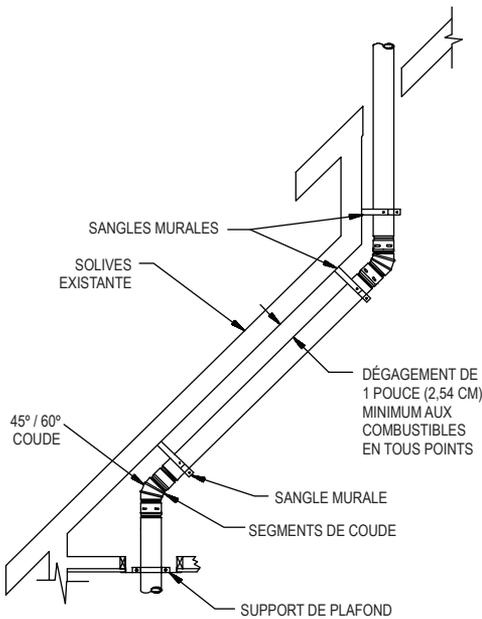
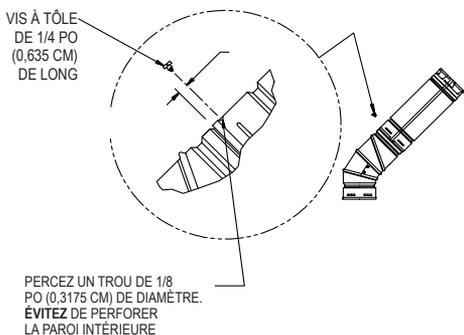

Figure 10
Figure 19
7. Coudes. Lorsque des coudes sont nécessaires, fixez les sections de conduit ou les coudes au mur à l'aide de sangles murales. **Important :** la déviation doit être soutenue par des sangles murales afin d'éviter que le poids n'exerce une contrainte sur les coudes, comme le montre la **figure 10**.
2. Raccordements. En plus du verrouillage par torsion des coudes, le raccordement peut être sécurisé davantage en utilisant des vis à tôle au niveau du joint où les parties mâle et femelle se chevauchent, à condition que les vis **NE pénètrent PAS** dans la paroi intérieure, comme le montre la **Figure 19**. Une vis par joint est normalement suffisante. Utilisez des vis à tête plate N° 8 dont la longueur ne dépasse pas 1/4 po. Des sangles murales doivent être utilisées pour soutenir chaque coude (**Figure 10**). Ne laissez